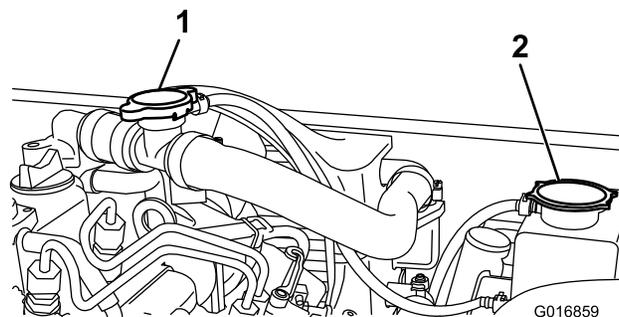

Figure 62
2. Enlevez le bouchon de remplissage (Figure 62) et faites le plein de liquide de refroidissement.
3. Remettez le bouchon de remplissage et enlevez le bouchon du réservoir de trop-plein (Figure 62).
2. Enlevez le bouchon du réservoir de trop-plein du radiateur (Figure 62).